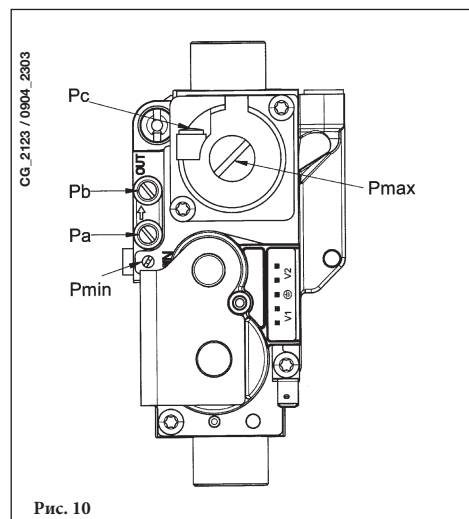

Рис. 10
- Подключите положительный вход дифференциального манометра, предпочтительно жидкостного, к точке измерения давления (Pb) газового клапана (Рисунок 10). Подключите, только для моделей с закрытой камерой, отрицательный вход этого же манометра к специальному тройнику, позволяющему соединить между собой компенсационную точку котла, компенсационную точку газового клапана (Pc) и сам манометр. (Аналогичное измерение можно выполнить, подсоединив манометр к точке измерения давления (Pb) и без передней панели закрытой камеры);
- Отрегулировать винт "Pмакси/Pмин" (рисунок 10) до получения величины давления, указанной в Таблице 1.
Для настройки давления на максимальной мощности используйте регулировочный винт "Pmax" (рис. 10), поверните его по часовой стрелке для увеличения давления на горелке и против часовой для уменьшения.
Для настройки давления на минимальной мощности используйте регулировочный винт "Pmin" (рис. 10), поверните его против часовой стрелки для увеличения давления на горелке и по часовой для уменьшения.
- 5) При работе котла на 100% мощности, отрегулируйте винт “Pmax” (рис. 10) до достижения указанного в Таблице 1 значения давления (вращайте по часовой стрелке для увеличения давления и против часовой стрелки для уменьшения).